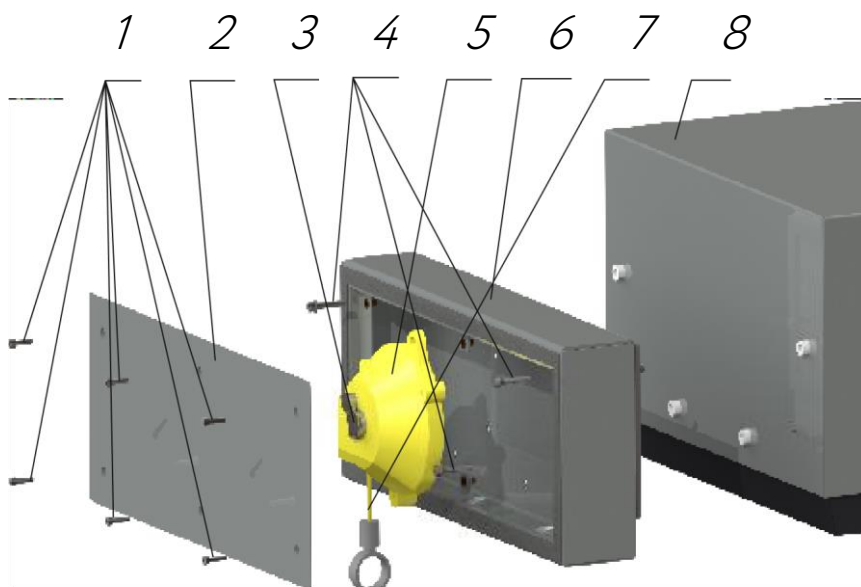

Рисунок 7.6 Кріплення натягувачів кабелю
- Відкрутити 6 шурупів 1 (Рисунок 7.6).
- Зняти кришку 2. (Рисунок 7.6).
- Відкрутити болти натягувача 5 (Рисунок 7.6).
4. Відкрутити гвинти на натягувачах 5 (Рисунок 7.6) і зняти задню кришку.
7. Для складання. Перед цим розібрати натягувач 5 (Рисунок 7.6) і вийняти кабель з натягувача.
8. Протягнути кабель через вхідний отвір в корпусі 6 (Рисунок 7.6) і в корпус тримача.
11. Прикріпити натягувач до корпусу 6 (Рисунок 7.6).
12. Встановити необхідне зусилля натягу, повертаючи гвинт 3 (Рисунок 7.6) у міру необхідності (кріплення троса).
13. Прикріпити кришку 2 (Рисунок 7.6).
14. Закрутити шурупи 1 (Рисунок 7.6).